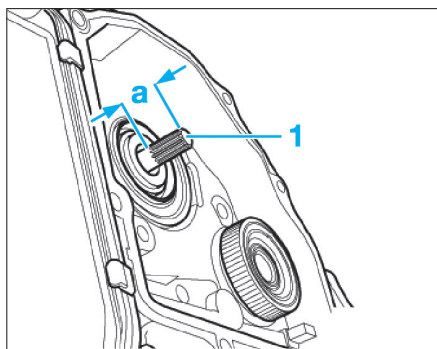

Fig. 21
• Insérer l'arbre de pompe à huile (1) jusqu'à la cote "a" (Fig.21).